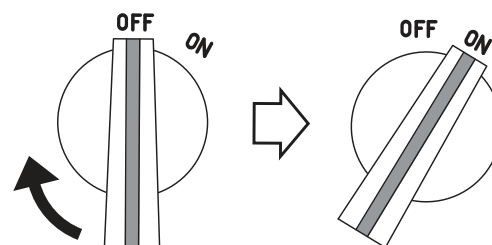

Figure 16. Interrupteur de moteur **MARCHE/ARRÊT** - Position **MARCHE (ON-OFF)**
5. Placer l'interrupteur de moteur en position **MARCHE (ON)** (Figure 16).